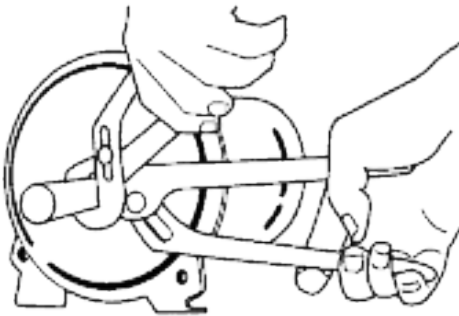

Figura 26: Retire el venturi
4. En los modelos de 1/2 HP, desenrosque el tubo venturi del impulsor. En los modelos de 3/4 y 1 HP, el tubo venturi se enrosca en la carcasa de la bomba (figura 26).